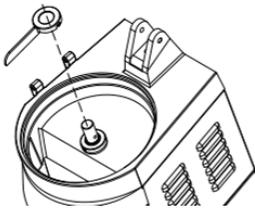

Рис. 9 - Установка разгрузочной лопатки
- Вложить разгрузочную лопатку на вал дискового ножа (рис. 9).